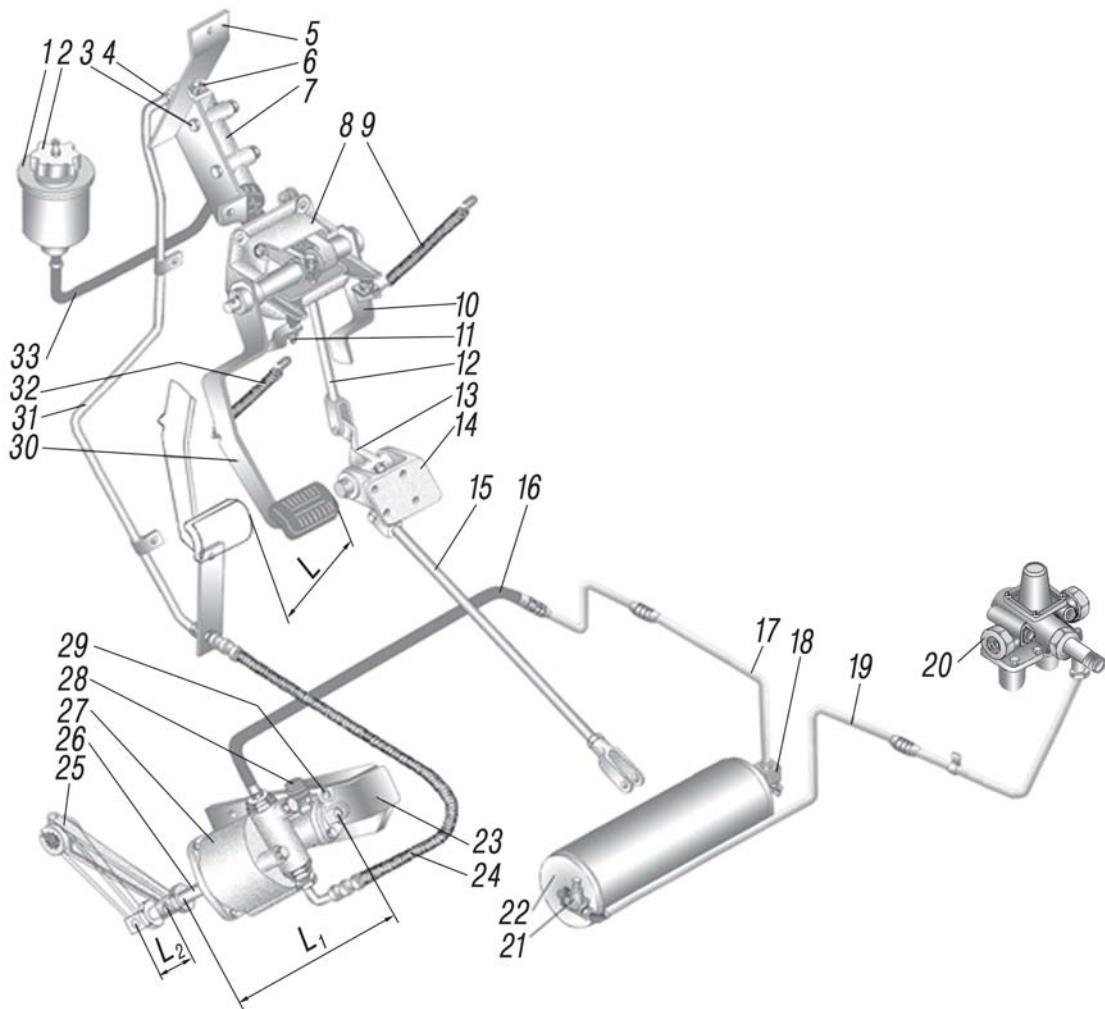
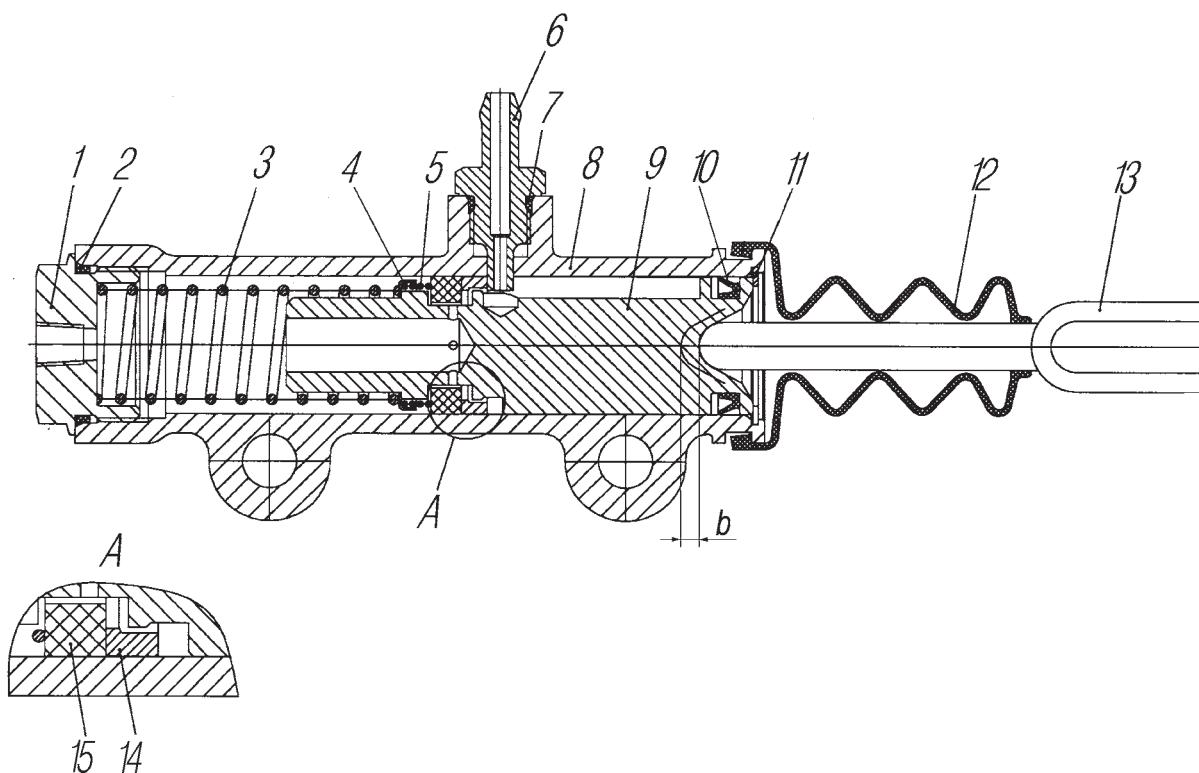

Рис. 27. Привод управления сцеплением:
Рис. 28. Цилиндр главный:
Главный цилиндр 7 (рис. 27) установлен в мотоотсеке и крепится на кронштейне к передней панели кабины. На поршень воздействует толкатель 13 (рис. 28), который через рычаг соединен с педальным механизмом 8 (см.рис. 27).
Главный цилиндр сцепления. Конструкция главного цилиндра показана на рис. 28. При необходимости ремонта при сборке кольцо 14 установить как показано на рис. 28.
- ослабить контргайку упора 11 (см.рис. 27) и завернуть его до упора в педаль;
- упором 11 отрегулировать свободный ход педали, зазор между толкателем 13 (см. рис. 28) и поршнем 9 должен быть $b=0,2\text{-}0,6$ мм, что соответствует ходу педали 1-3 мм;
- с износом фрикционных накладок ведомого диска сцепления рычаг 25 (см. рис. 27) поворачивается против часовой стрелки, минимально допустимый размер $L_1=254$ мм. При достижении минимального размера L_1 проверить состояние накладок, если оно удовлетворительно, переставить рычаг 25 на один шлиц по часовой стрелке;